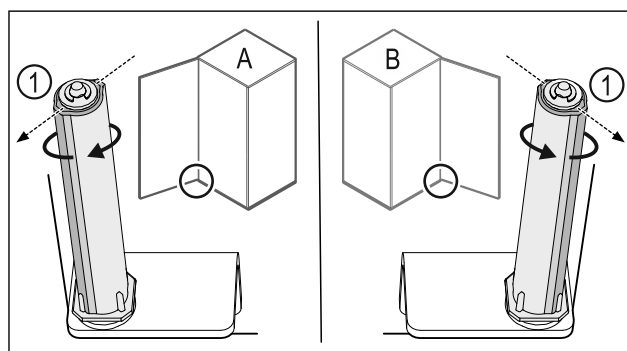

Fig. 30 Battuta a sinistra (A) / battuta a destra (B)
- ▶ Ruotare il sistema di chiusura contro la resistenza fino a quando la sporgenza del sistema di chiusura Fig. 30 (1) non è rivolta verso l'esterno.